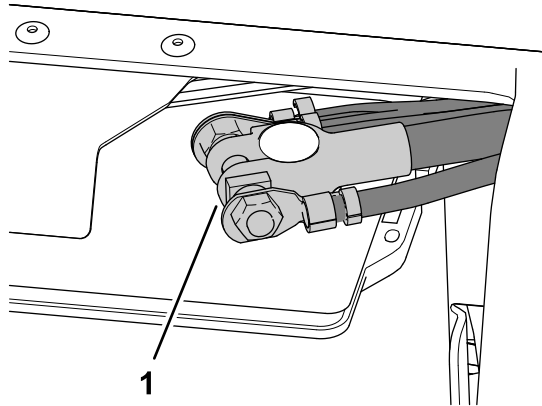

Figura 12
1. Conecte el terminal del cable negativo de la batería al borne negativo de la batería, y apriete la tuerca del terminal a mano (Figura 12).